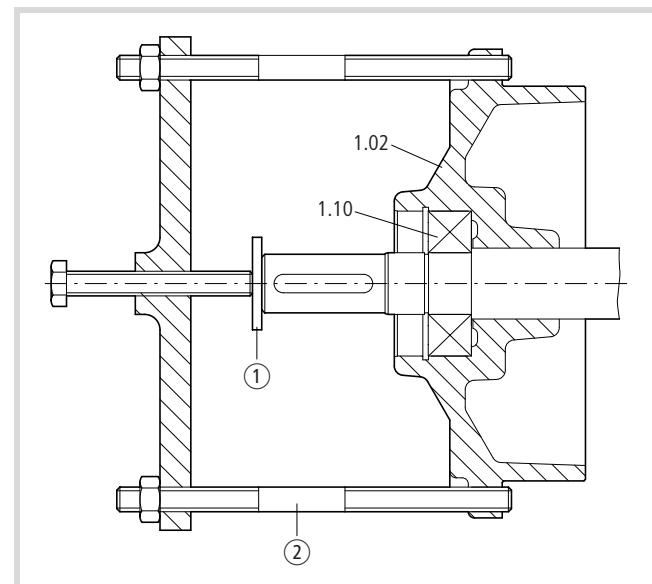

Abbildung 9: Lagerschild AS (1.02) und Wälzlagerring AS (1.10) von Welle ziehen
- Ziehen Sie den Lagerschild AS (1.02) und das Wälzlagerring AS (1.10) mit Hilfe einer Abziehvorrichtung von der Welle (→ Abb. 9).